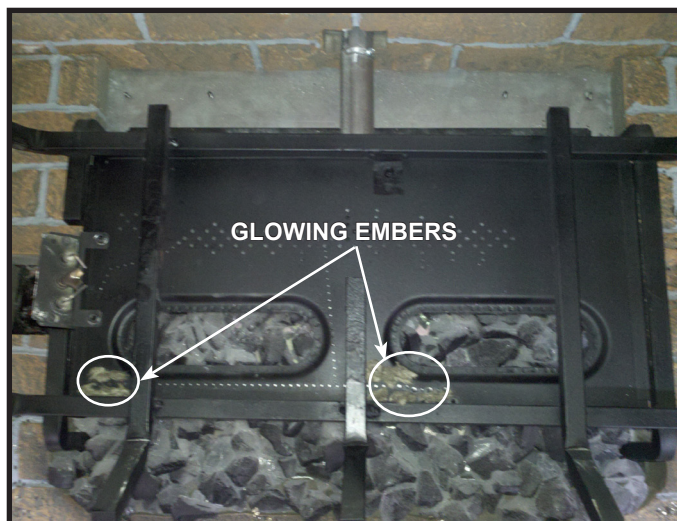

Figure 11.23. Emplacement de Glowing Embers
- Placez les morceaux de Glowing Embers® de la taille d'un dix sous, immédiatement devant la rampe d'orifices, mais pas sur ou entre les orifices (voir figure 11.23). Faire attention de ne pas recouvrir les orifices. Le non-respect de ces instructions peut entraîner des problèmes d'allumage et de suie.